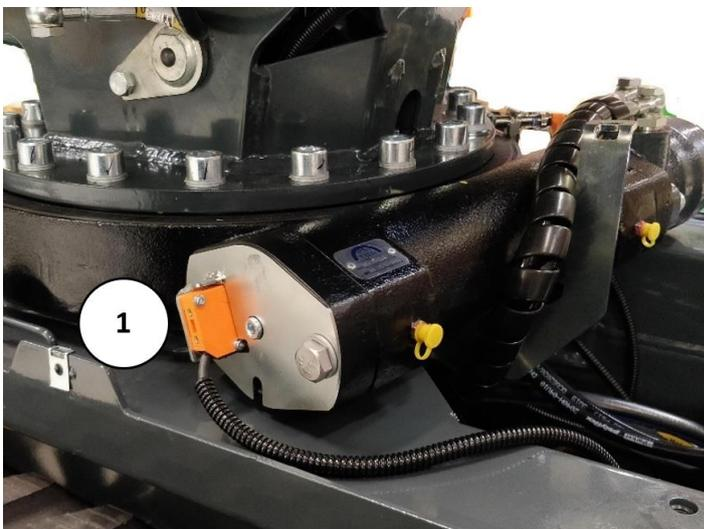

Figure 27 Mesure de la position de la couronne de pivotement
La position de transport de la nacelle est surveillée par trois capteurs : capteur d'angle de pivotement (Figure 26, (1)), qui s'active lorsque la couronne de pivotement se trouve dans la position médiane. Capteur de bras supérieur (Figure 27, (1)) suivant la position du télescope et l'angle de bras. Un capteur capacitif (2) est associé au capteur de bras supérieur ; celui-ci surveille l'état du fil de mesure du capteur de bras supérieur. En plus, il existe un capteur de nivellement dans le boîtier de connexion (voir chapitre 9.10.3) et son angle de nivellement est comparé à l'angle du capteur de bras supérieur pour s'assurer que le bras se trouve dans la position de transport.